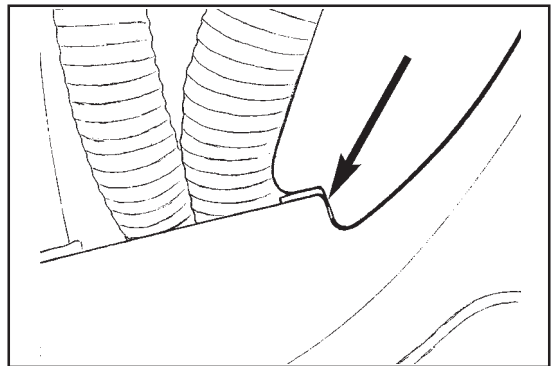

Abb. 13A
12. Installieren Sie den Rückführtank wieder und achten Sie darauf, dass der Gelenkstift im Rückführtank unter der Metallplatte am Lösungsmitteltank installiert ist. (siehe Abb. 13A)